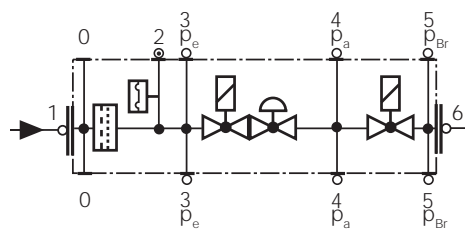

Рис. 55
- Заменяйте фильтр, если разница давления между точками 1 и 3 (Рис. 55) $\Delta p > 10$ мбар.